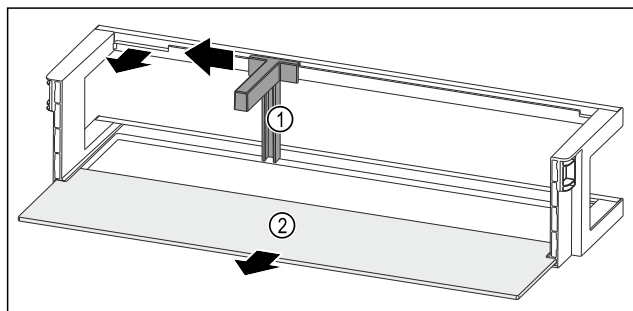

Fig. 249 Balconcino controporta con fermabottiglie e ripiano
- ▶ Spingere il fermabottiglie Fig. 249 (1) lateralmente fino all'incavo.
- ▶ Rimuovere il fermabottiglie Fig. 249 (1).
- ▶ Rimuovere il ripiano Fig. 249 (2).